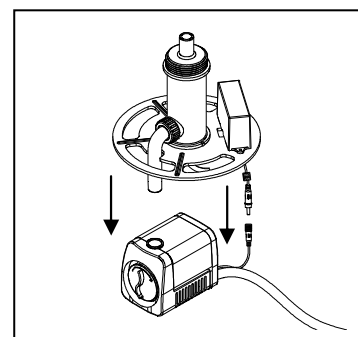

Fig. 11
6. Ritre la bomba, retire el conector del cable que conecta el conjunto de la luz UV para bombear. Fig. 11